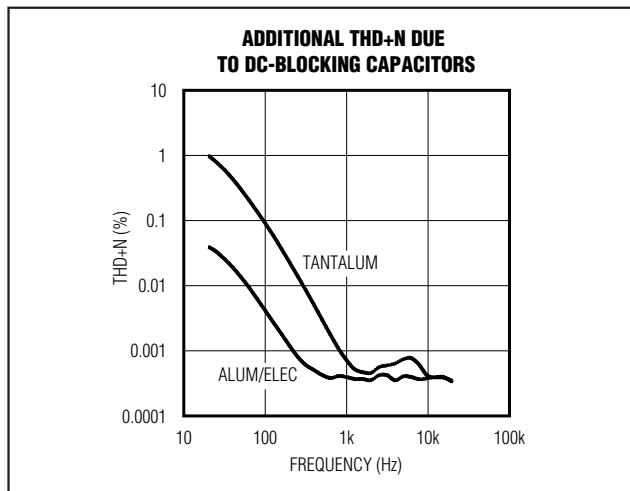

図3. DCブロッキングコンデンサに起因する歪み
- 2) DCブロッキングコンデンサの電圧係数は、再生されたオーディオ信号が歪む原因となります。これは、キャパシタンスの値がコンデンサ両端の電圧変化に応じて変わるためです。低周波では、コンデンサのリアクタンスが-3dBポイント以下の周波数で支配的になり、電圧係数が周波数に依存する歪みとして現れます。図3は、誘電体の異なる2種類のコンデンサによって発生するTHD+Nを示します。100Hz以下では、THD+Nが急増しています。